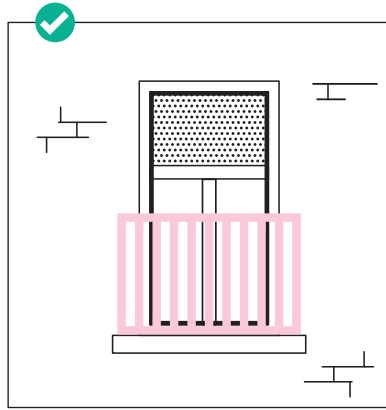

fig. 4 De borstwering is hoog genoeg en de verticale openingen in de borstwingen zijn kleiner dan 11 cm
- Eventuele verticale openingen in de borstweringsen zijn kleiner dan 11 cm, zodat kinderen er met hun hoofd niet in kunnen vastraken. fig. 4